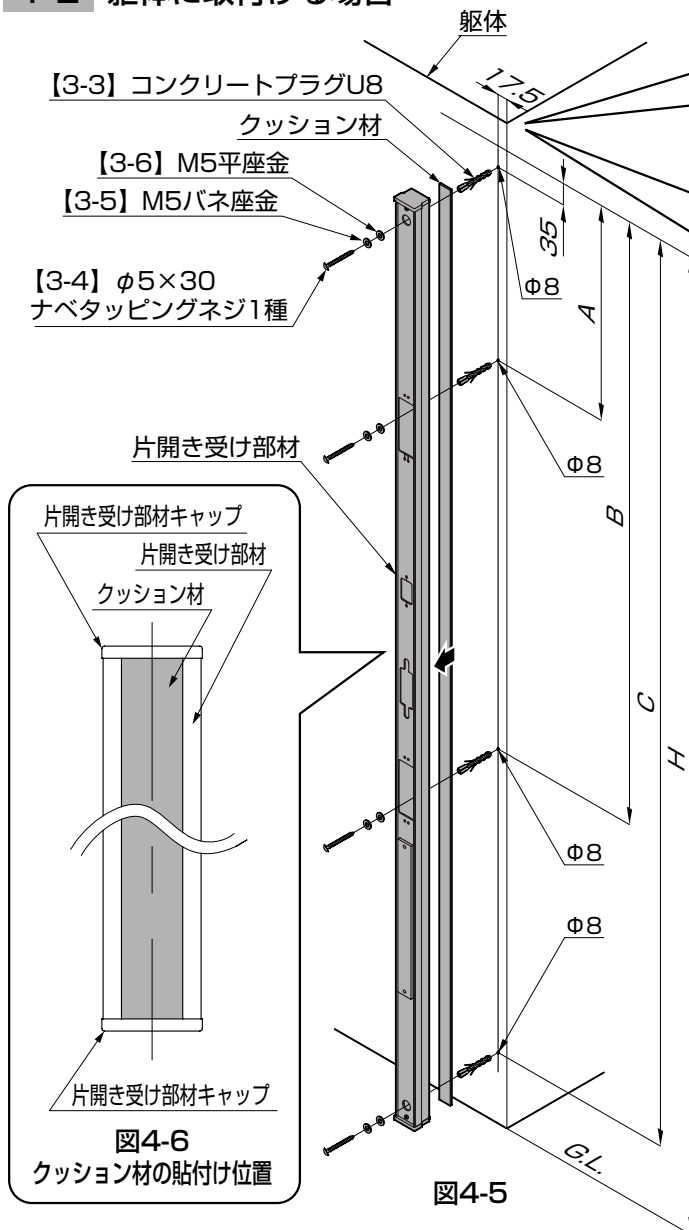

図4-6
- ①図を参照して、クッション材をH14は1本、H16及びH18は2本で片開き受け部材の長さに合わせて切断して、中心に貼り付けてください。(図4-5、図4-6参照)